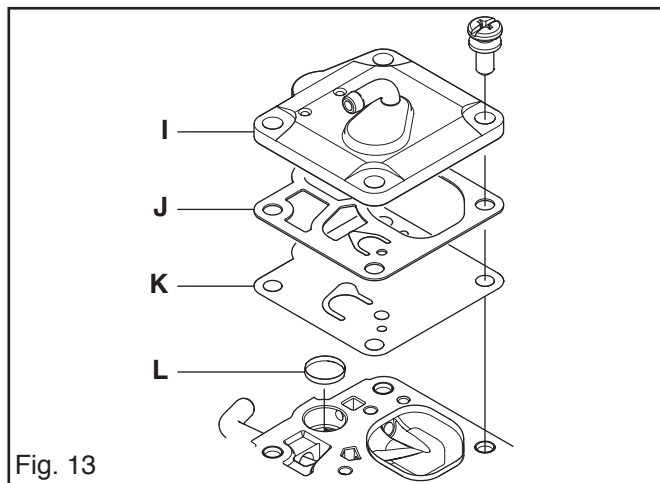

Fig. 13
3. Positionnez le filtre à carburant (L) à l'aide de la poignée d'un petit tournevis. Voir fig. 13.
4. Insérez la membrane de pompe (K), le joint (J) et le couvercle (I) de l'unité de pompage. Voir fig. 13.